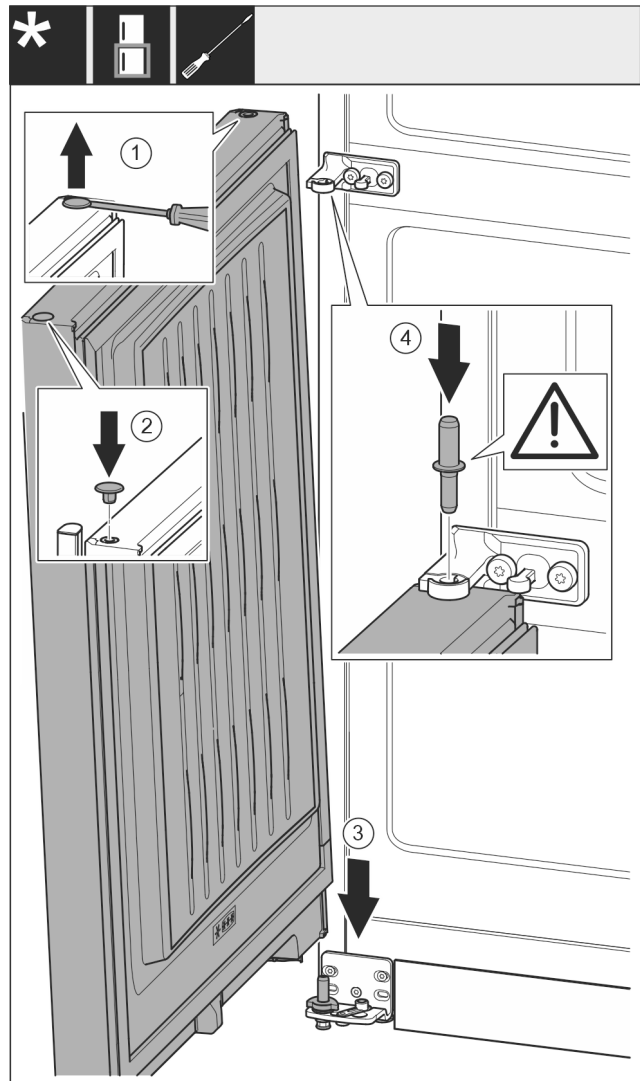

Fig. 19
- ▶ Plochým skrutkovačom opatrne nadvihnite a vyberte zátku. Fig. 19 (1)
- ▶ Zátku opäť nasadte na druhú stranu dverí. Fig. 19 (2)
- ▶ Dvere nasadte zhora na dolný ložiskový čap. Fig. 19 (3)
- ▶ Ložiskový čap v strede nasadte cez ložiskovú konzolu v strede do dolných dverí. Dbajte pritom na to, aby zaistovací doraz ukazoval smerom dozadu. Fig. 19 (4)